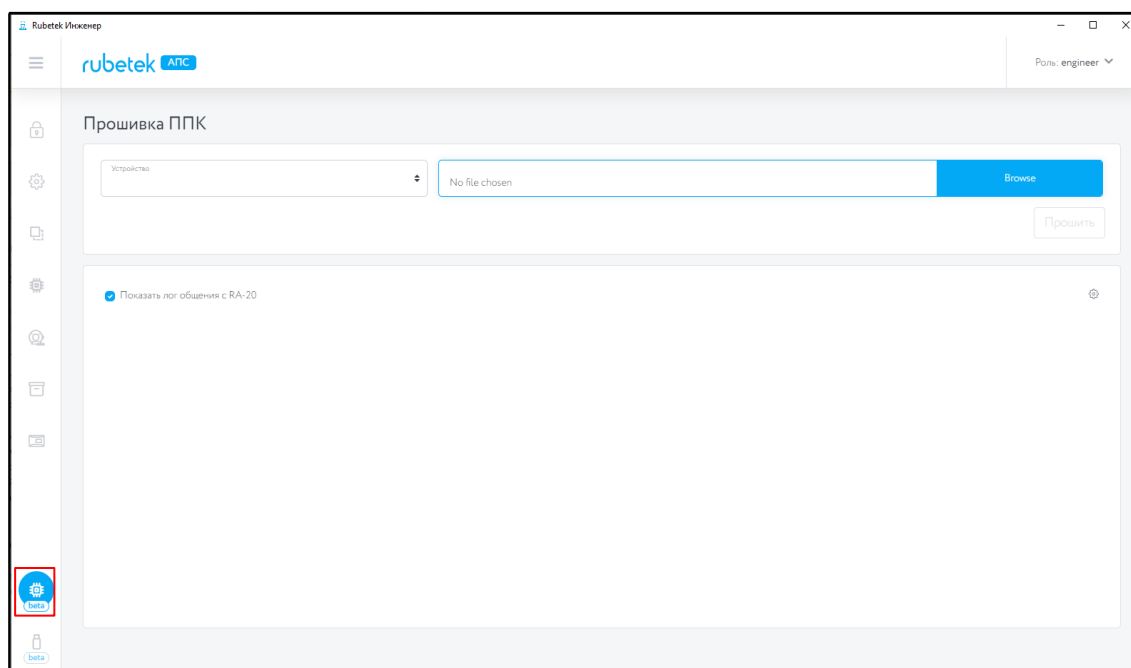

Рисунок 7 – Раздел Прошивка ППК
- Перейти в раздел **Прошивка ППК** см. Рисунок 7